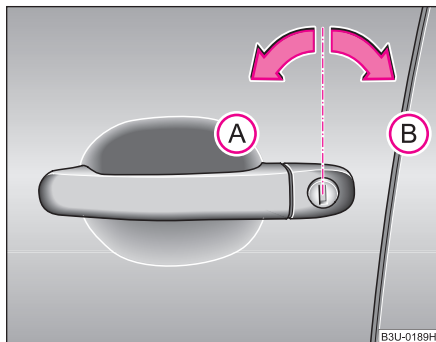

Fig. 22 Pozițiile cheii pentru încuiere și deschidere
- Rotiți cheia în încuietoarea ușii conducătorului auto în poziție de deschidere (A) ⇒ fig. 22 spre stânga.
- Rotiți cheia în încuietoarea ușii conducătorului auto în poziție de încuiere (B) spre dreapta ⇒ fig. 22.